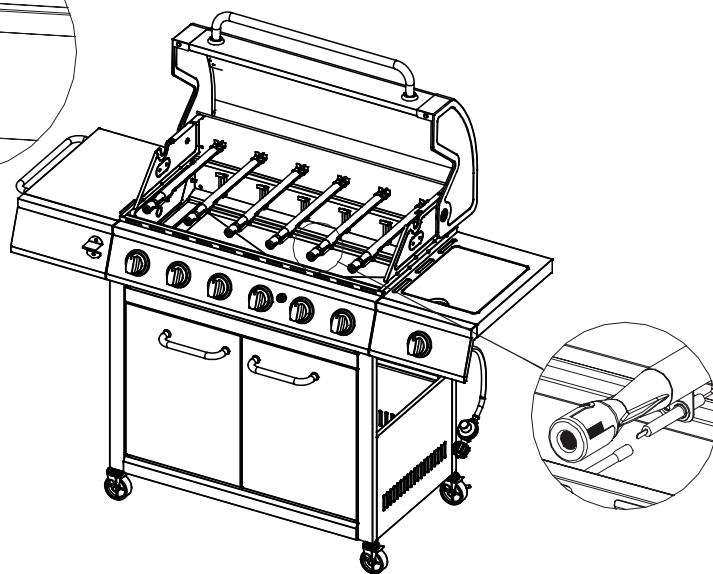

Figura 2
6. Separar el cable de encendido del electrodo en la Figura 2.